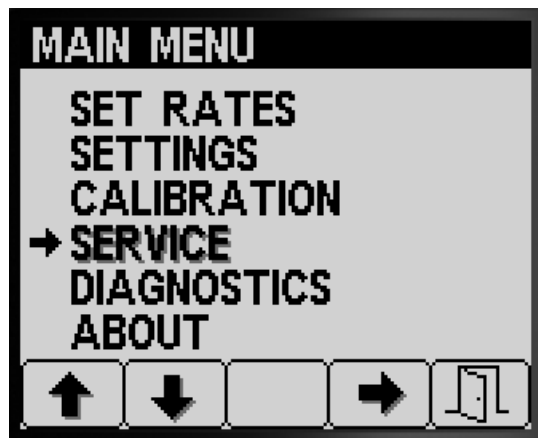

Bild 79
1. Drücken Sie für den Zugriff auf den Service-Bildschirm die Taste 2 auf dem Hauptmenü-Bildschirm, um auf die Option SERVICE zu navigieren (Bild 79), siehe Zugreifen auf den Hauptmenübildschirm (Seite 5).
2. Drücken Sie Taste 4, um das SERVICE-Untermenü auszuwählen (Bild 79).